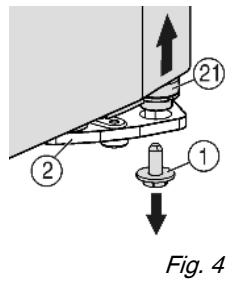

Fig. 4
- ▶ Внизу справа на опорном кронштейне выкрутите фиксирующий винт Fig. 4 (1).
- ▷ Опорный палец Fig. 4 (21) можно извлечь из опорного кронштейна Fig. 5 (2).
- ▶ Сли установочный винт Fig. 4 (21) не откручивается, его можно вынуть, нажав на него снизу.
- ▶ Вкрутите фиксирующий винт Fig. 4 (1) внизу в опорный палец и затяните (**с моментом 4 Нм**).